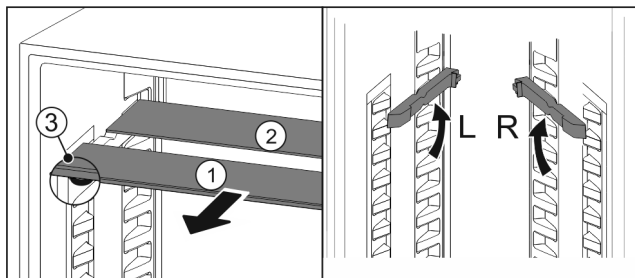

Fig. 188
- Tërhiqni një nga një pllakat e xhamit nga përpara Fig. 188 (1).
- Pllaka e xhamit Fig. 188 (1) me kornizën ndodhet përpara.
- Ndaluesit Fig. 188 (3) janë të drejtuar për poshtë.